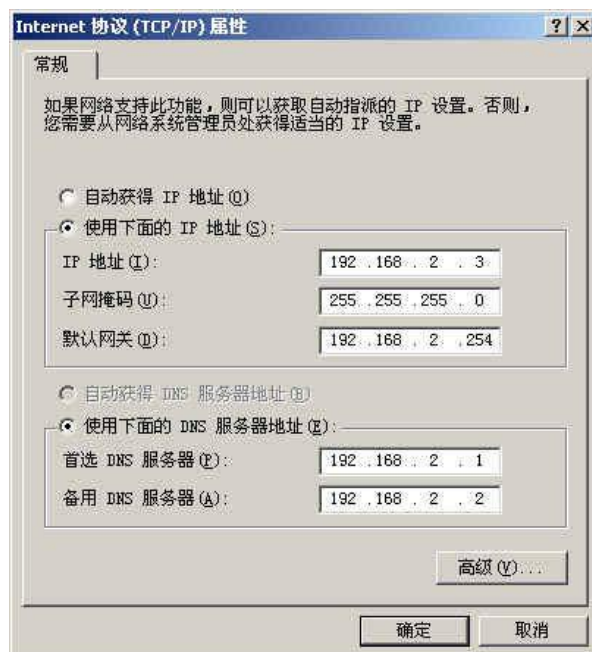

图 4.7 Windows 2000/XP TCP/IP 属性界面
选择“常规”选项开，在“此连接使用下列项目(D):”下拉框中选择“Internet 协议 (TCP/IP)”项。单击属性弹出如图 4.7 所示的界面。
单击图 4.7 界面的“高级 (Y) ...”按钮，这时会弹出如图 4.8 所示的界面。